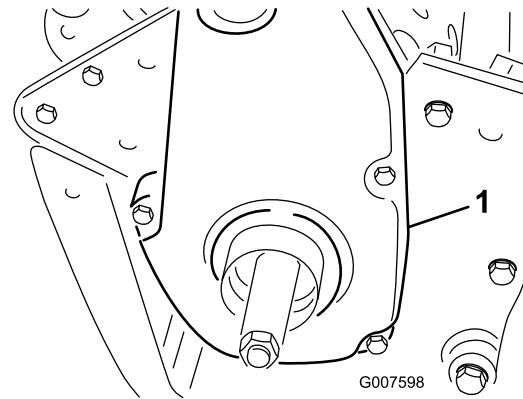

図36
- ベルトカバー取り付けねじを外してカバーを取り、ベルトを露出させる図36。